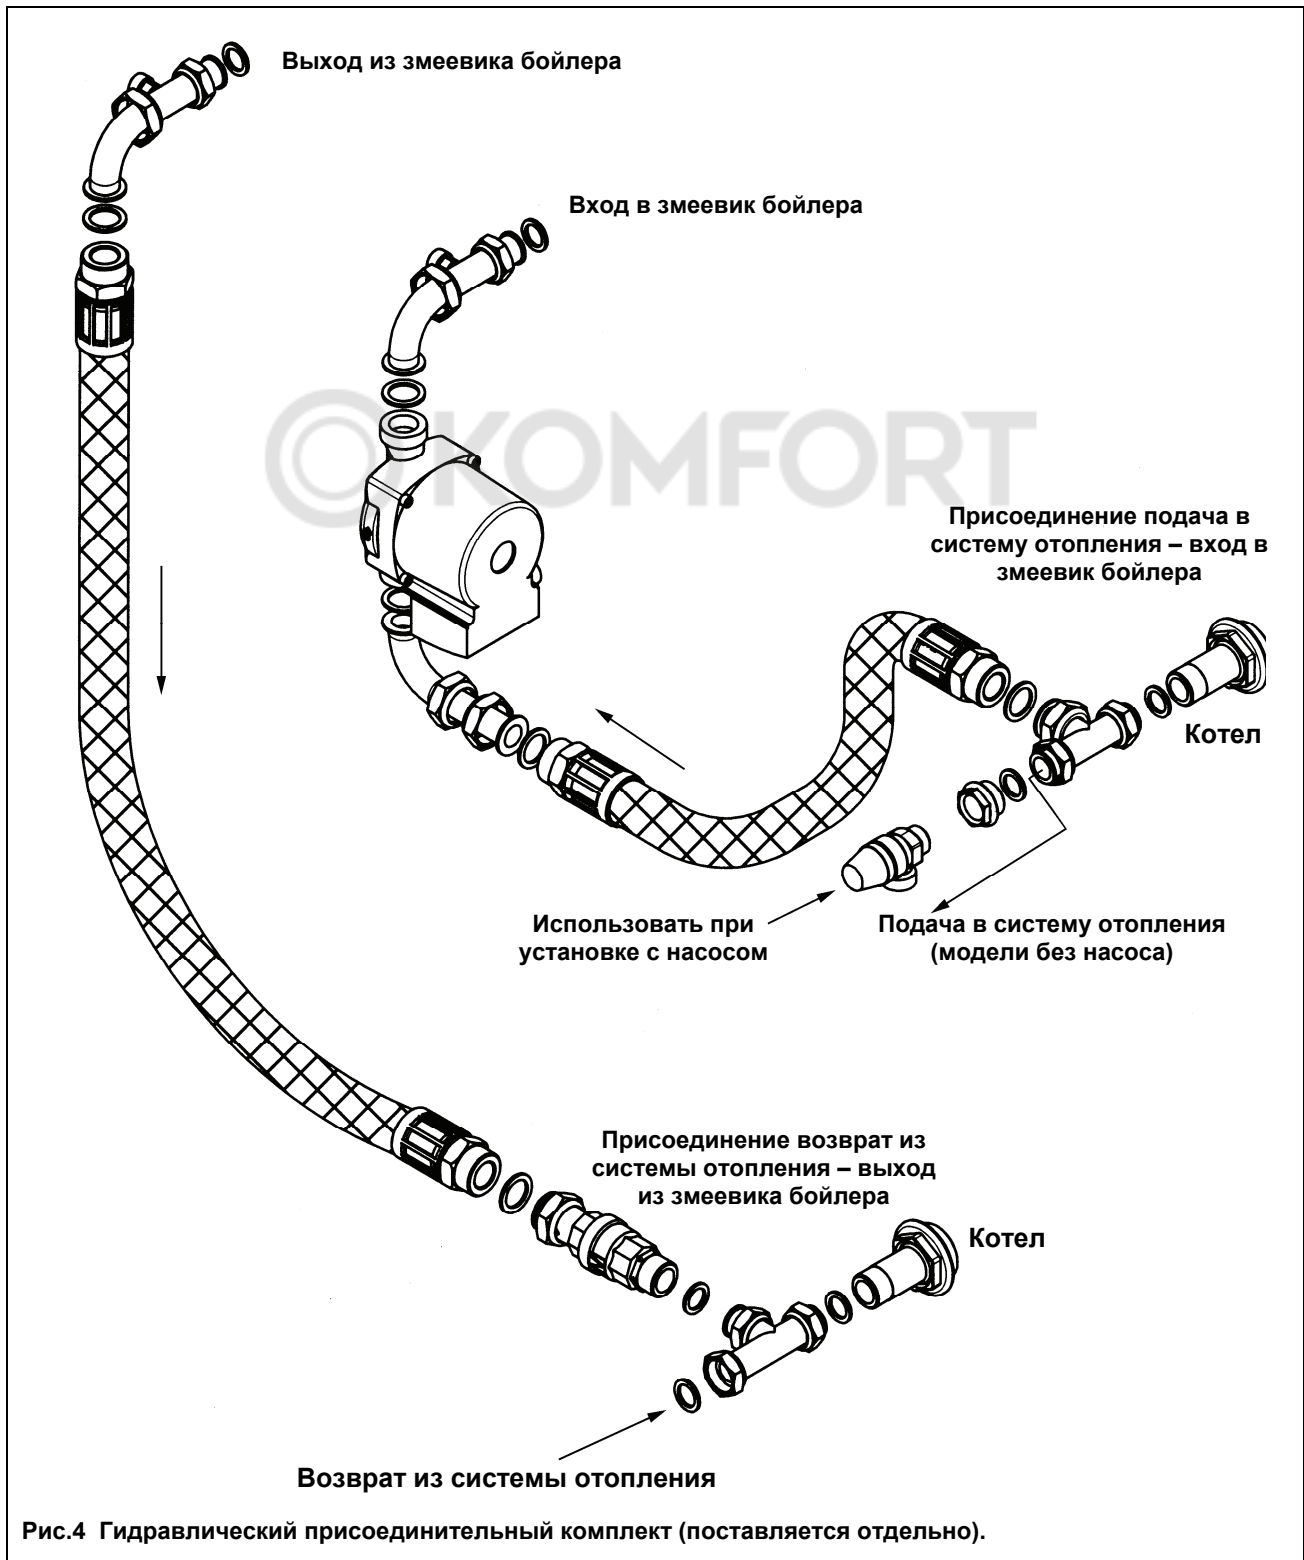

Рис.4 Гидравлический присоединительный комплект (поставляется отдельно).
- Подсоединить с помощью 2-х полюсного кабеля (входит в комплект поставки) клеммы T1 и T2 6-ти полюсного разъема с 2-х полюсной клеммной колодкой бойлера (Рис.4).